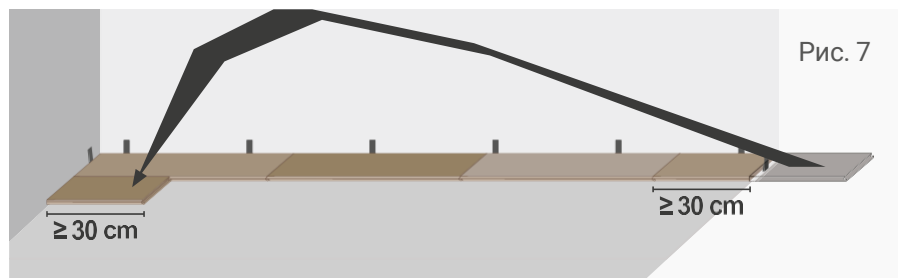

Рис. 7
8.2.1 Укладка второго ряда начинается с остатка планки первого ряда (рекомендуемая длина оставшегося фрагмента не менее 30 см) (см. рис. 7).